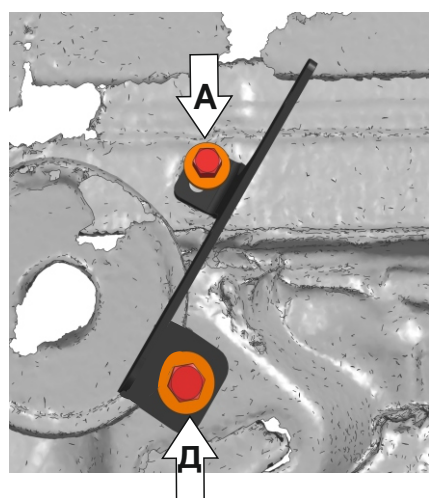

Рис. 4
5. Передний кронштейн установить, как показано на (Рис. 4). Переднюю часть закрепить болтом М8х30 с шайбой 8 ув. (А), заднюю часть закрепить болтом М10х30 с шайбой 10 ув. через проставку (Д) (при установленной защите топливных магистралей убрать проставку).